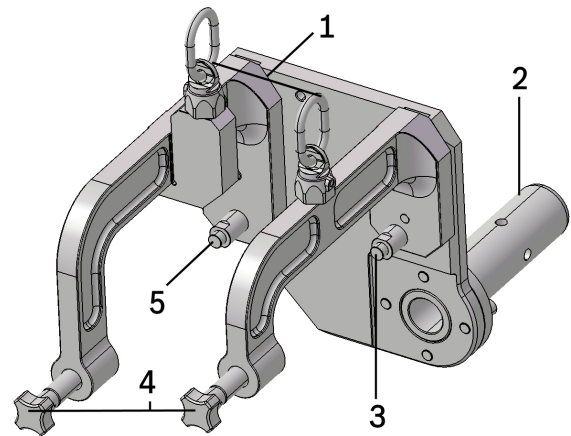

Imagen 1: Soporte de la caja de cambios T40344
3. Retire el perno (3) del soporte de la caja de cambios y guárdelo en un lugar seguro (consulte Imagen 1).